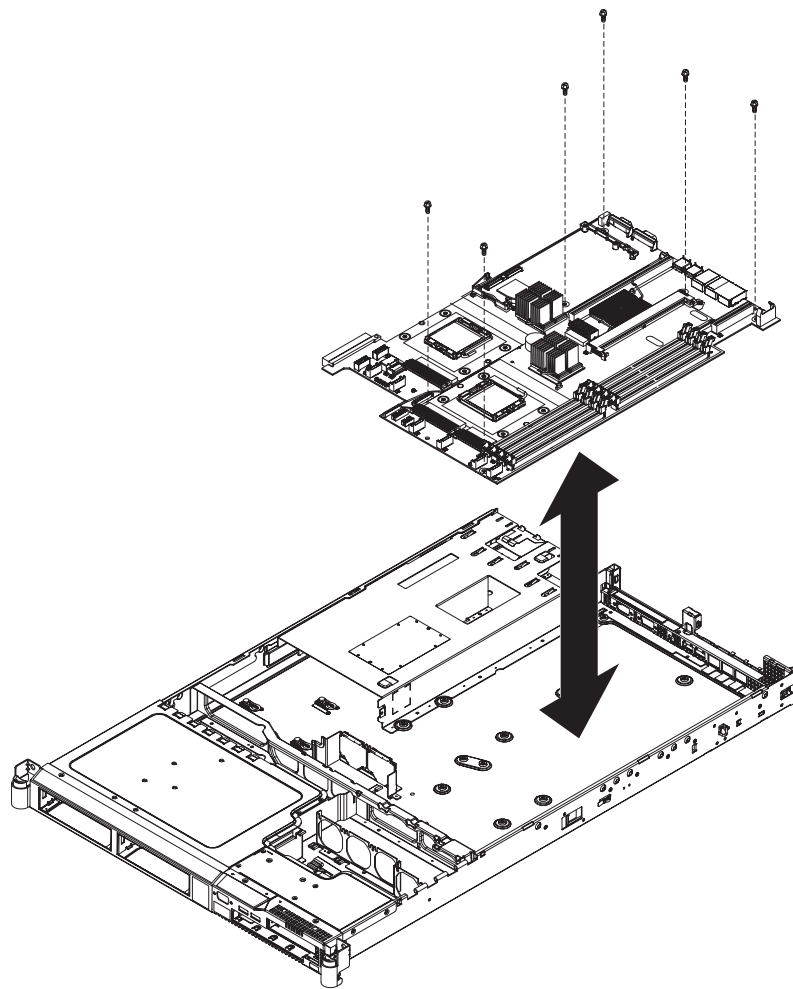

図 241. SAN ボリューム・コントローラー 2145-8G4 システム・ボードを固定するねじの配置
18. システム・ボードをシャーシに固定しているシステム・ボード上の 6 個のねじを取り外します (665 ページの図 241 を参照)。